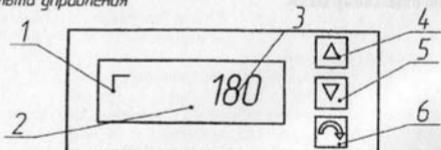

Рис.2
8.4 Выставить необходимую температуру кнопками управлений (см. Рис.2) на передней панели пульта управления в режиме цифровой и символьной индикации заданной температуры.